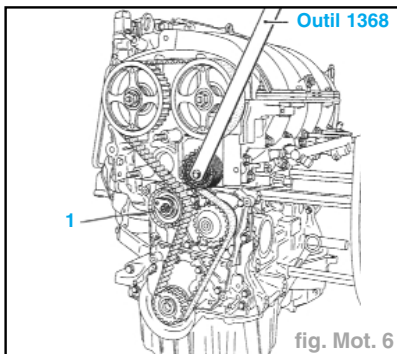

fig. Mot. 6
- Détendre la courroie de distribution en dévissant l'écrou (1) (fig. Mot. 6) du galet tendeur.
- Déposer le galet enrouleur à l'aide de l'outil (réf : 1368) ou d'une clé contrecoudée étoile de 50 (fig. Mot. 6).
- le galet enrouleur en serrant la vis de fixation avec l'aide de l'outil réf. **1368** (fig. Mot. 6) au couple de **4,5 daNm**.
- Reposer le galet enrouleur en serrant la vis de fixation à l'aide du **Mot. 1368** (au couple de **4,5 daN.m**) (fig. Mot. 6).